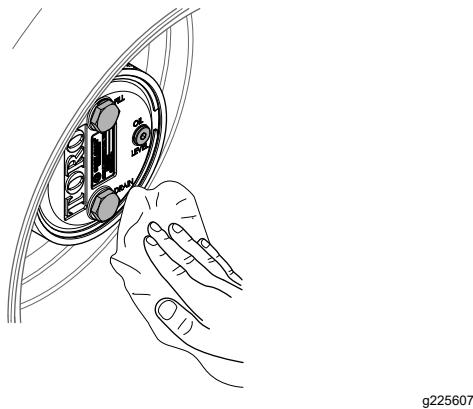

Figure 95
- Essuyez soigneusement les carters de frein et de train planétaire (Figure 95).